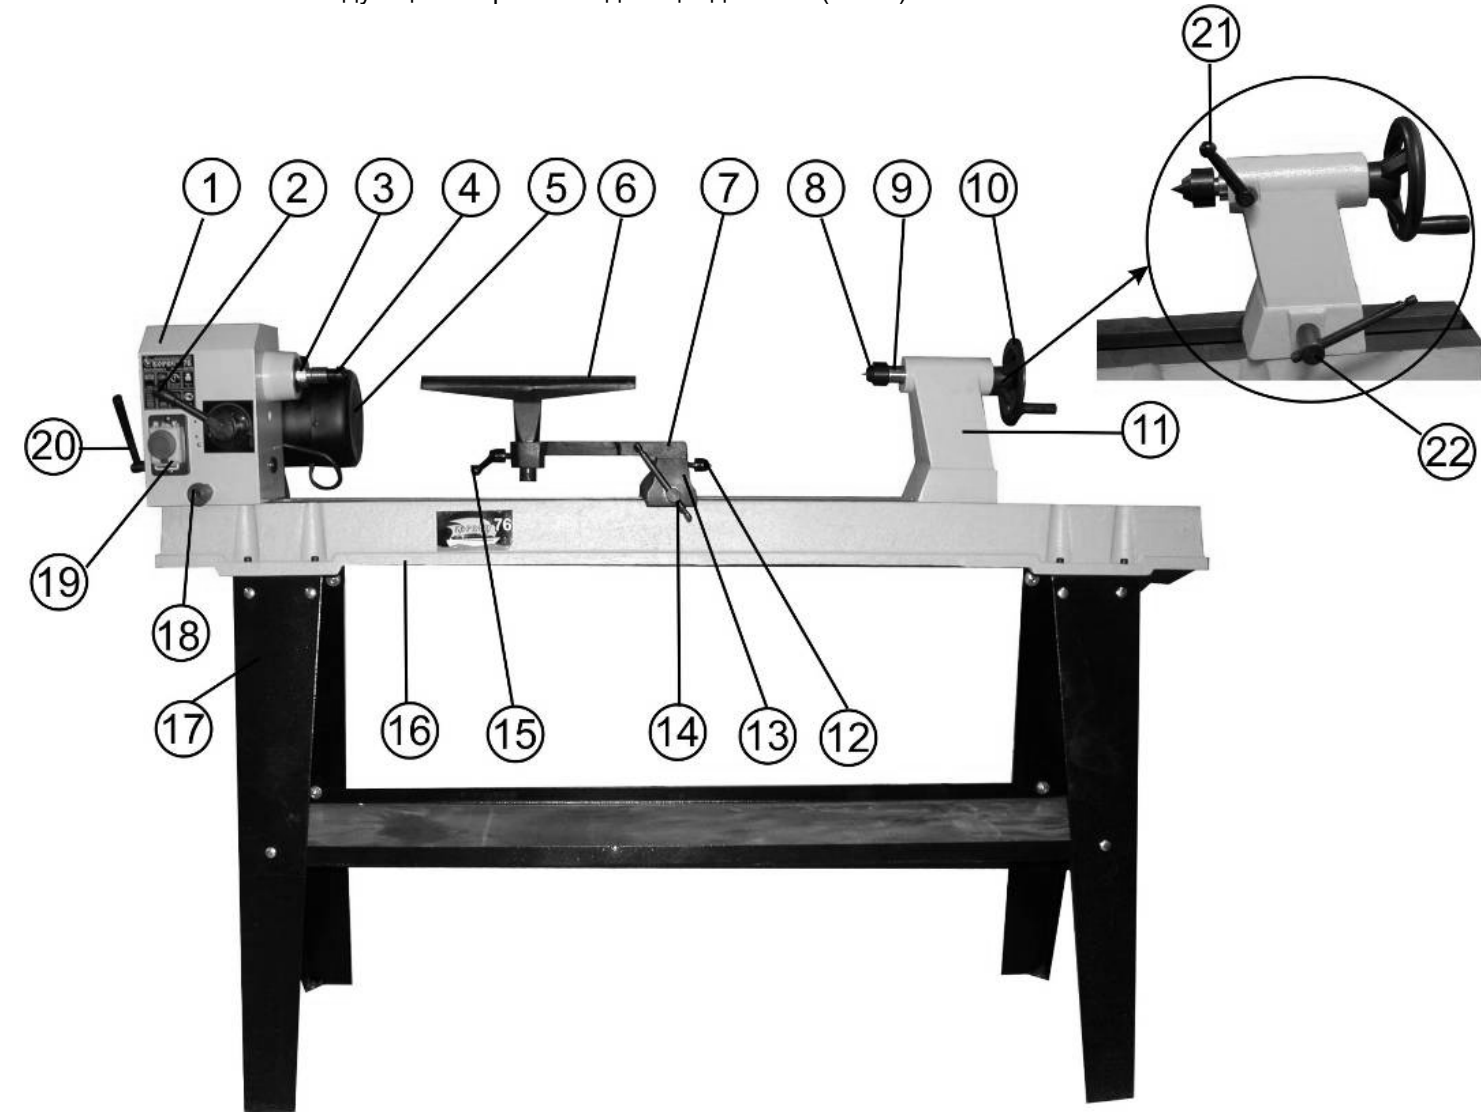

Рис.2
7.1. Станок состоит из следующих сборочных единиц и деталей (Рис.2):
8.4.3. Вставьте центр задней бабки (8) в конусное отверстие пиноли (9), Рис.2.
8.4.4. Для снятия центра задней бабки (8) поверните маховик задней бабки (10) против часовой стрелки при нахождении пиноли в крайнем заднем положении, Рис. 2